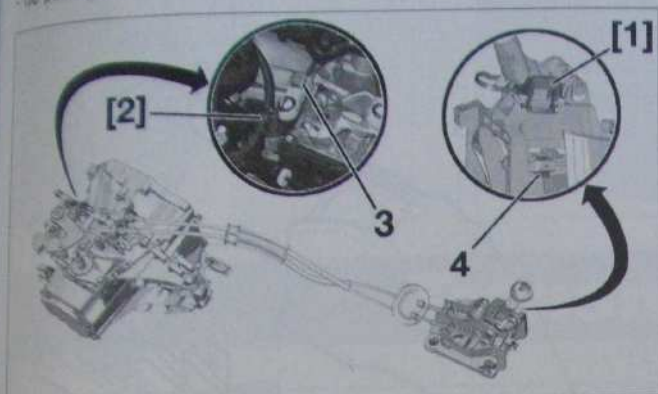

Fig. 21
- de sélection (3) (Fig.21),
- de passage (4).